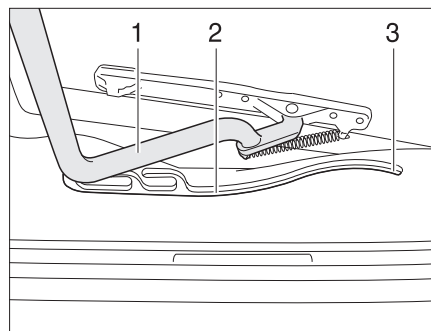

Fig. 44 Oblò Heki, guida
- Tirare la staffa (Fig. 44,1) nelle guide (Fig. 44,2) fino alla posizione più all'indietro (Fig. 44,3).
- Spingere la staffa (Fig. 44,1) leggermente verso l'alto con ambedue le mani.
- Tirare la staffa nelle guide (Fig. 44,2) fino alla posizione desiderata.